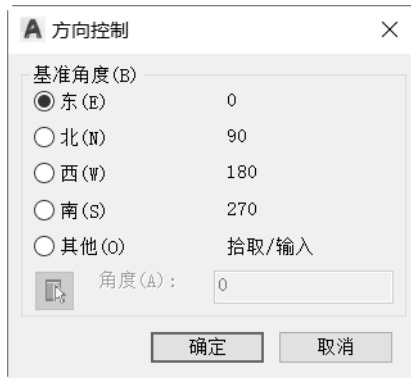

图 2-2 “方向控制”对话框
(1) 在“长度”选项组中指定测量的当前单位及当前单位的精度,其中从“类型”下拉列表框中可以设置测量单位的当前格式,如“小数”“分数”“工程”“建筑”“科学”,其中,“工程”和“建筑”格式提供英尺和英寸显示并假定每个图形单位表示一英寸,其他格式可以表示任何真实世界单位。
(2) 在“角度”选项组中指定当前角度格式(如“十进制度数”“百分度”“度/分/秒”“弧度”“勘测单位”)和当前角度显示的精度,通常取消选中“顺时针”复选框以默认正角度方向是逆时针方向。
(3) 在“插入时的缩放单位”选项组中控制插入当前图形中的块和图形的测量单位,如果块或图形创建时使用的单位与该选项指定的单位不同,则在插入这些块或图形时,将对其按比例缩放,所谓的插入比例是源块或图形使用的单位与目标图形使用的单位之比。如果插入块时不按指定单位缩放,那么从该选项组的“用于缩放插入内容的单位”下拉列表框中选择“无单位”选项。当源块或目标图形中的“用于缩放插入内容的单位”设定为“无单位”时,将使用“选项”对话框的“用户系统配置”选项卡中的“源内容单位”和“目标图形单位”设置。
(4) 在“输出样例”选项组中显示用当前单位和角度设置的例子。
(5) 在“光源”选项组中控制当前图形中光度控制光源的强度测量单位。
(6) 如果在“图形单位”对话框中单击“方向”按钮,将打开图 2-2 所示的“方向控制”对话框,从中可设置基准角度等,然后单击“确定”按钮。